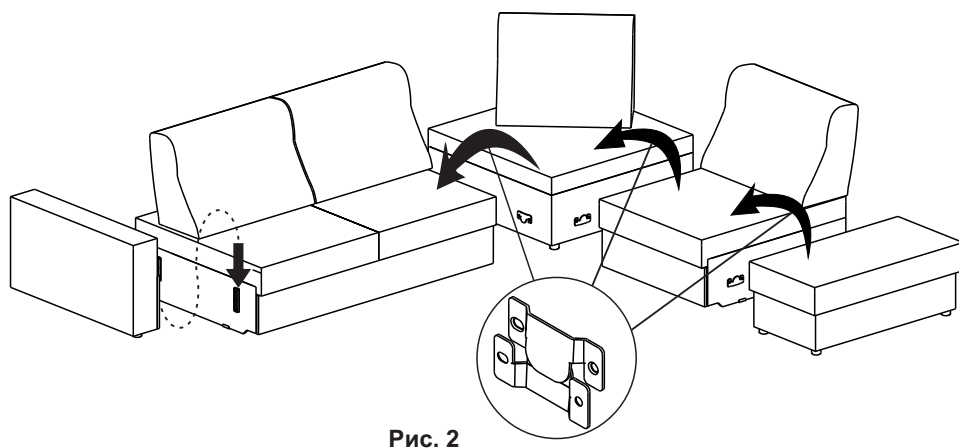

Рис. 2
- 4) **сстыковать** секции между собой в требуемом месте помещения и соединить их с помощью кронштейнов соединительных (рис. 2).